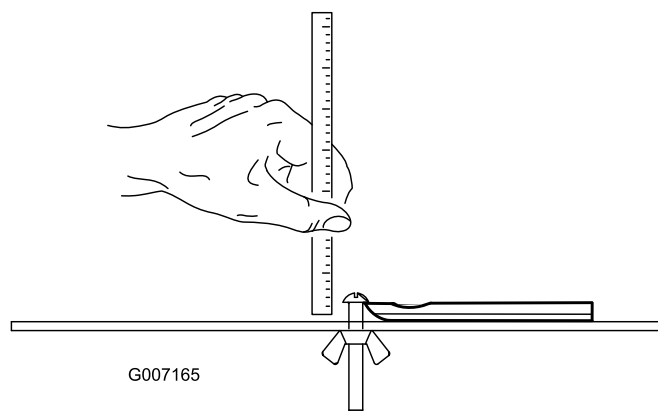

Рисунок 22
**Примечание:** Все измерения эксплуатационного предела неподвижного ножа выполняются относительно нижней части неподвижного ножа (Рисунок 22).